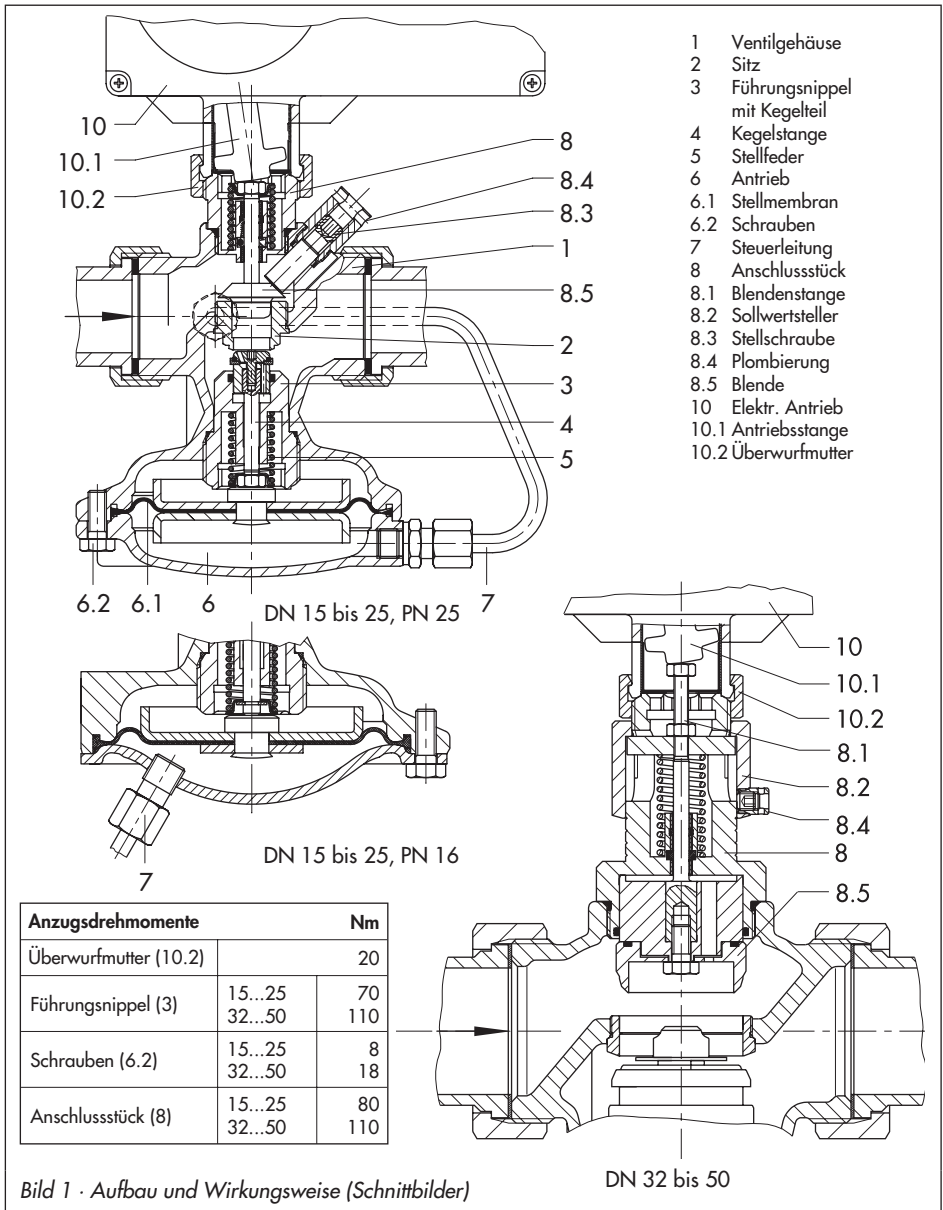

Bild 1 · Aufbau und Wirkungsweise (Schnittbilder)
Vgl. hierzu auch Bild 1, Seite 5.
2. Anschlussstück (8) der Blende mit Steckschlüssel (Bestell-Nr. 1280-3001, siehe auch Kap. 4.2, Punkt 4) losschrauben und aus dem Ventilgehäuse herausziehen.
3. Teile austauschen und in umgekehrter Reihenfolge montieren. Anzugsdrehmomente in Tabelle Bild 1, Seite 5 beachten.
6. Zur Montage in umgekehrter Reihenfolge vorgehen. Anzugsdrehmomente in Tabelle Bild 1, Seite 5 beachten.
2. Steuerleitung (7) abschrauben.
5. Zur Montage in umgekehrter Reihenfolge vorgehen. Anzugsdrehmomente in Tabelle Bild 1, Seite 5 beachten.